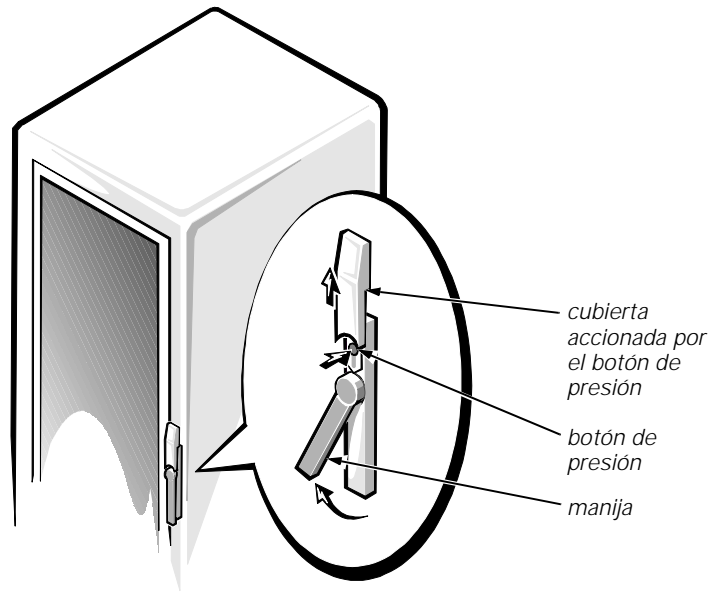

Figura 4-1. Apertura del pestillo de la puerta
1. Abra el pestillo en la puerta anterior (consulte la figura 4-1).
3. Cierre el pestillo de la puerta girando la manija en contra de las manecillas del reloj hasta que se detenga, empuje la manija hacia adentro hasta que se asegure en su lugar y después deslice la cubierta hacia abajo sobre el botón de presión (consulte la figura 4-1).